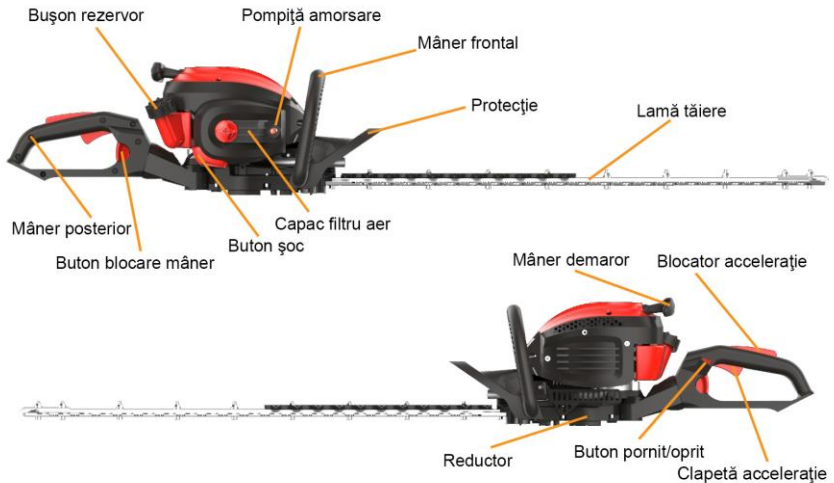

Fig. 1
4. Apasati cu degetul cocosul de acceleratie si blocatorul simultan (Fig.1) si comutati butonul soc pe pozitia inchis.
(1) Reglați accelerația în funcție de diametrul și densitatea crengilor și frunzelor pomilor pentru a fi tăiate.
(2) Reglați poziția manerului posterior în funcție de nevoi, apăsând butonul de blocare al manerului (Fig.1) și rotiți manerul în plan orizontal până obțineți o poziție comodă de manipulare a utilajului.
(3) Va rugam inclinati lama cutitului la un unghi de 5-10 grade cand taiati crengi umede, apoi faceti taierea in forma de semi-arc; aceasta poate face ca taierea gardului sa fie mult mai frumoasa si uniforma.